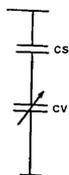

Fig. 9. — Branche N. CS en série avec CV doit donner 30 pF.
**Branche N.** Figure 9. Elle est constituée par la capa fixe CS et le condensateur variable « CV ». C'est cette branche qui devra permettre le pourcentage de variation de capacité indiqué plus haut.